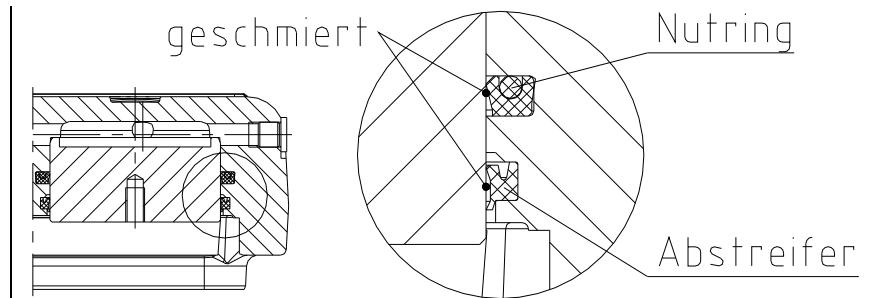

Bild 15
**Die Nutringe und Abstreifer müssen in korrekter Richtung eingebaut werden (siehe Bild 15).**
- Schmieren Sie die Nutringe und Abstreifer mit Hydrauliköl ein (siehe Bild 15).